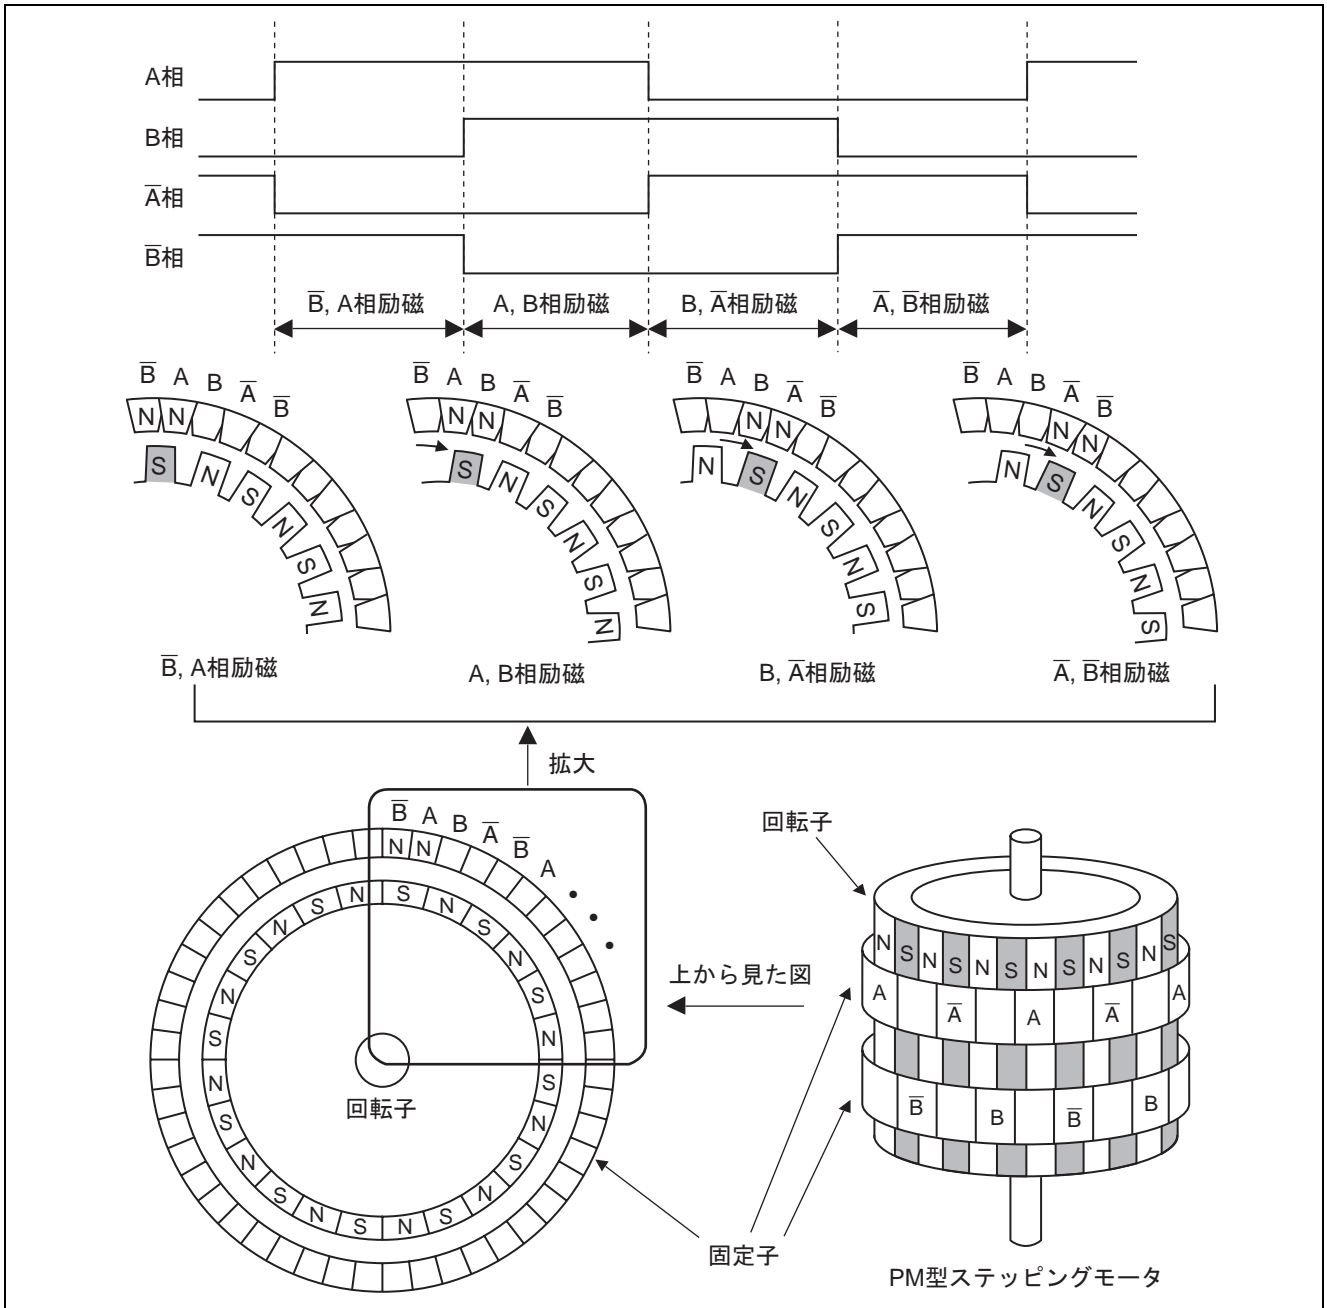

図4 ステッピングモータ動作例
ステップ角 7.5 [deg./step] の 2 相ステッピングモータを 2 相励磁方式で動作させる例を図 4 に示します。動作概要は、以下の通りです。
- 図 4 のようにパルスが High のとき、対応する相を励磁します。